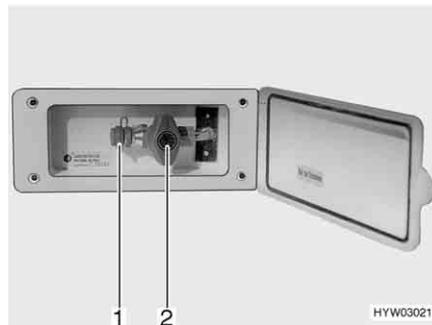

Fig. 126 Ligação exterior do gás, torneira de segurança do gás fechada
Dependendo do modelo, a ligação exterior do gás (Fig. 126) encontra-se na parte traseira ou no lado esquerdo ou direito do veículo.
- Ligue o aparelho externo a gás no ponto de ligação (Fig. 126,1).
- Abra a torneira de segurança do gás (Fig. 126,2).